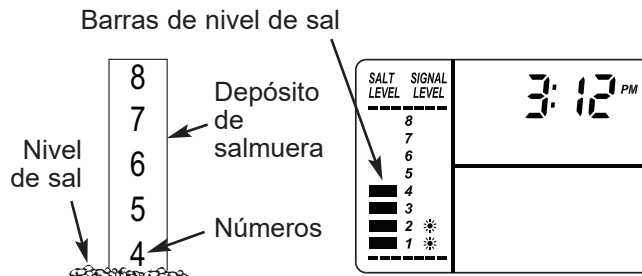

FIG. 25
2. La escala de nivel de sal, en el depósito de salmuera dentro del tanque, tiene los números 0 a 8 (vea la Fig. 25). Fijese en el número más alto en el que esté nivelada la sal, o al que esté más próxima.
3. Presione el botón SET SALT LEVEL (Fijar el nivel de sal) tantas veces como sea necesario para que las barras de nivel de sal (vea la Fig. 25) coincidan con el número de la depósito de salmuera. En el nivel 2 o inferior, destellará la luz de "Bajo nivel de sal" (Vea la página 12).